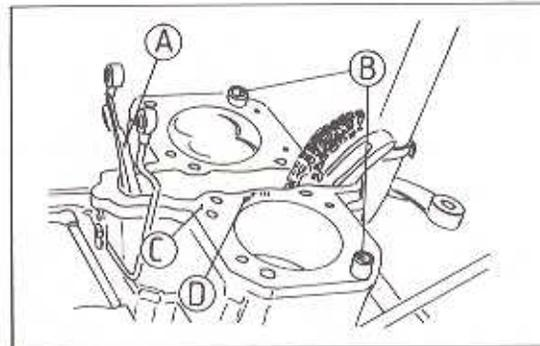

Bild 106
- Wenn ausgebaut, die hintere Kettenführung, die Passhülsen und die Dichtungen einsetzen (Bild 106).